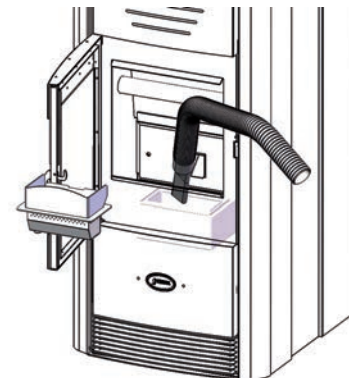

Fig. 2
- Sollevare il braciere ed aspirare i residui alla base della camera di combustione; ( Fig. 2 )